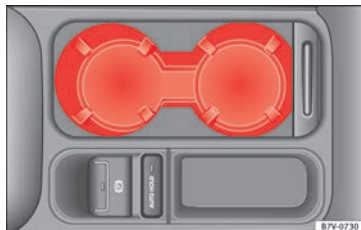

Abb. 189 In der Mittelkonsole vorn: Getränkehalter.
- Zum *Öffnen* Abdeckung nach hinten schieben »» **Abb. 189**.